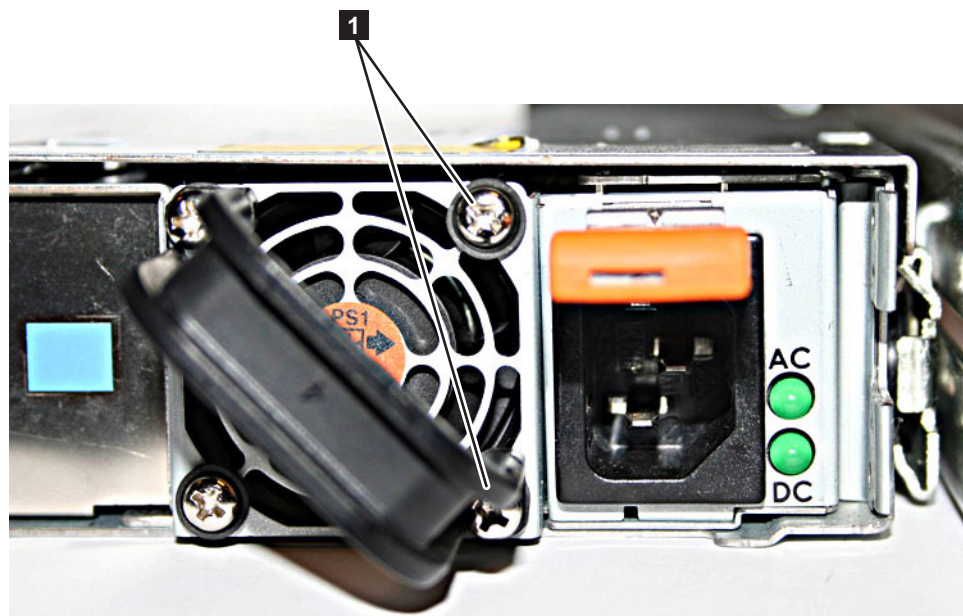

図 29. ケーブル保持ブラケットを取り付ける前の SAN ボリューム・コントローラー 2145-8G4
1. ノードの電源をオフにし、電源ケーブルを取り外し、図 29 に示すように、電源機構ファン・ユニットを覆う背面プレート右側の 2 つのねじ **1** を緩めて取り外します。